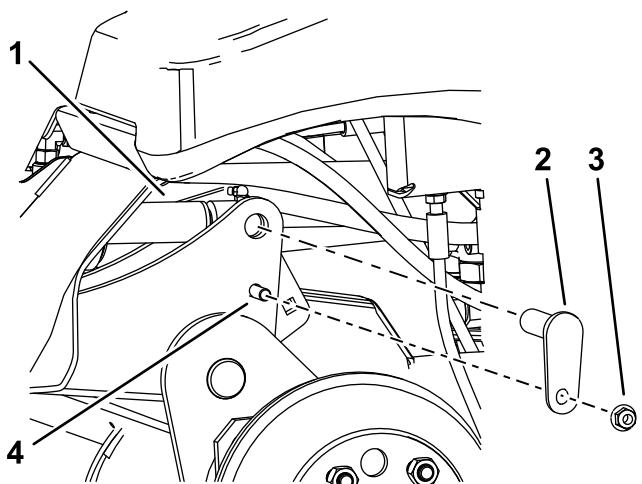

Bild 9
- C. Verwenden Sie einen Austreiber, um die Löcher der Zylinderstange mit den Löchern des Hubarms auszurichten (Bild 9).
- D. Verwenden Sie zwei Schrauben ($\frac{3}{8}$ " x $1\frac{1}{4}$ "), zwei Muttern ($\frac{3}{8}$ ") und zwei kleine Stifte, um die Hubarme an den Zylindern zu befestigen (Bild 9).